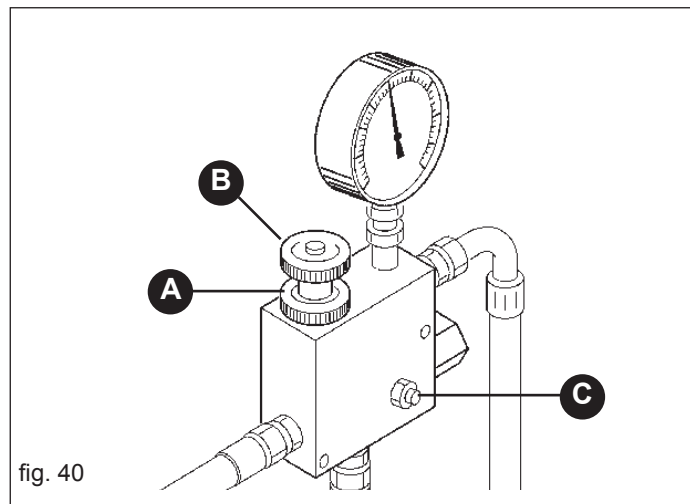

fig. 40
Cu motorul oprit și cu tractorul blocat, cuplați corect toate atașările rapide. Porniți tractorul și acționați instalația pentru câteva minute alimentând cu presiune constantă întreg circuitul, astfel evitându-se instabilitatea suflantei. Numai în momentul în care uleiul atinge temperatura optimă și nu se prezintă oscilații de viteză de la suflantă, este posibilă reglarea presiunii. Dacă utilajul este folosit cu tractoare diverse și deci cu distribuitori și uleiuri diferite, este necesară repetarea procedurii de calibrare pentru fiecare tractor. La tractoarele cu pompă cu capacitate variabilă (circuit hidraulic închis), dotate cu regulatoare pentru capacitatea uleiului, trebuie să se deschidă complet regulatorul cu trei căi (B, Fig. 40) și pornind cu o capacitate mică de ulei, se deschide treptat regulatorul intern al circuitului tractorului, până la obținerea presiunii dorite, indicată de manometru (C, Fig. 39).
Dacă este nevoie să măriți numărul de rotații al suflantei, pentru distribuția semințelor mai grele, acționați cu atenție urmând indicațiile de mai jos (Fig. 40):
- a) slăbiți inelul de blocaj (A, Fig. 40);
- b) rotiți în sens orar sau antiorar volantul (B, Fig. 40) pentru a micșora sau pentru a mări presiunea și în consecință pentru a modifica rotațiile suflantei.
Este interzisă sub orice motiv atingerea grăuntelui (C, Fig. 40), deoarece instalația poate cauza ruperea motorului, a pompei sau a suflantei.